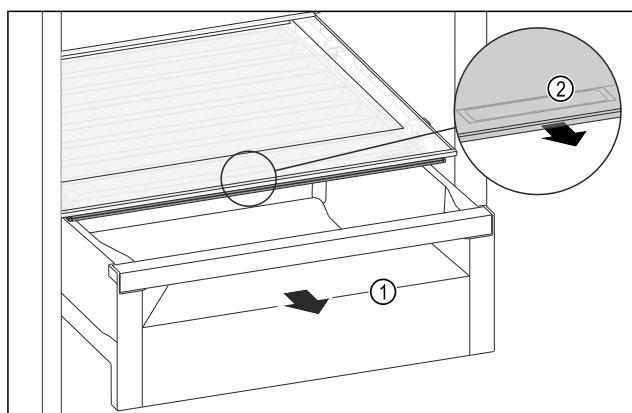

Fig. 108
- Втягніть висувний ящик Fig. 108 (1).
- Візьміться за потайну ручку Fig. 108 (2) на кришці відділення й одночасно потягніть кришку відділення вперед.